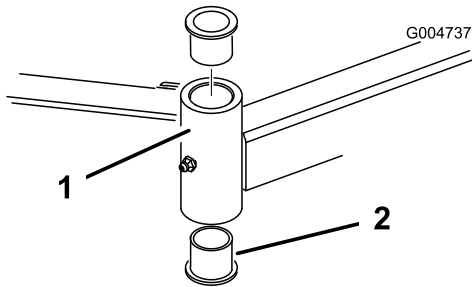

图 31
4. 将销冲头插入安装管的顶部或底部然后将轴套从管中推出图 31。以同样的方式将另一个轴套推出安装管。清洁安装管内部的任何污垢。